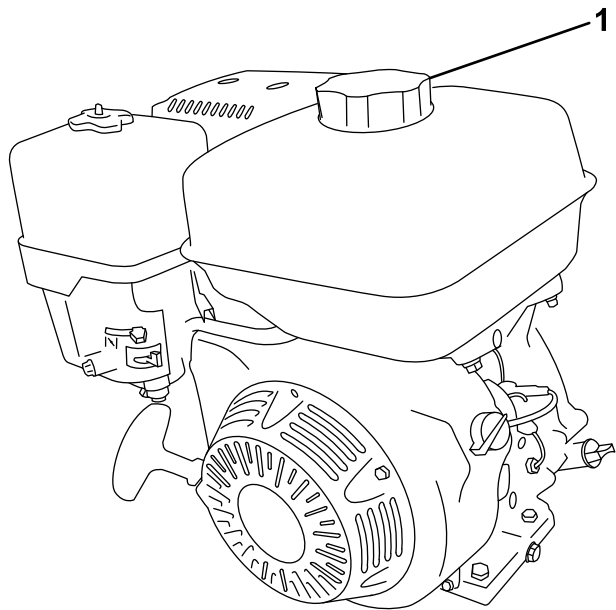

Figura 26
2. Limpie alrededor del tapón de combustible y retire el tapón (Figura 26).
4. Coloque el tapón del depósito de combustible firmemente (Figura 26).